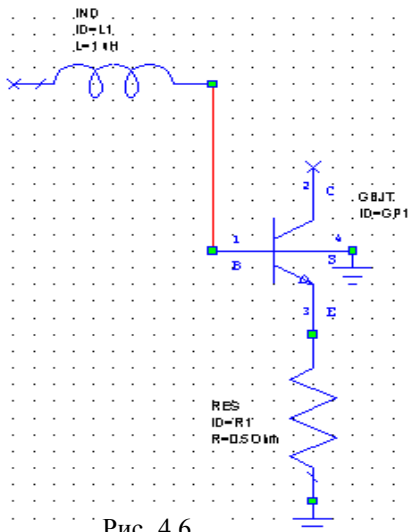

Рис. 4.6
5. Дважды щёлкните левой кнопкой мышки по группе **Lumped Element** (Сосредоточенные элементы), чтобы развернуть её. Щёлкните левой кнопкой мышки по подгруппе **Inductor** (Индуктивности) в группе **Lumped Element**. Доступные модели катушек индуктивности будут отображены в нижней части левого окна. Нажмите левой кнопкой мышки на модель **IND** и, не отпуская кнопки мышки, перетащите её в окно схемы, отпустите кнопку мышки, позиционируйте элемент выше и левее транзистора **GBJT**, как показано на рис. 4.6, и щёлкните левой кнопкой мышки, чтобы зафиксировать элемент.
- Щёлкните левой кнопкой мышки по подгруппе **Resistor** в группе **Lumped Element**. Доступные модели резисторов будут отображены в нижней части левого окна. Нажмите левой кнопкой мышки на модель **RES** и, не отпуская кнопки мышки, перетащите её в окно схемы, отпустите кнопку мышки, щёлкните правой кнопкой мышки, чтобы повернуть элемент, позиционируйте его на узле **3** транзистора **GBJT**, как показано на рис. 4.6, и щёлкните левой кнопкой мышки, чтобы зафиксировать элемент.
- Установите курсор на элементе земли, нажмите левую кнопку мышки и подключите землю к нижнему узлу резистора **RES**, как показано на рис. 4.6.
- Щёлкните по значку **Ground** на панели инструментов и подключите землю к узлу **4** транзистора **GBJT**, как показано на рис. 4.6.